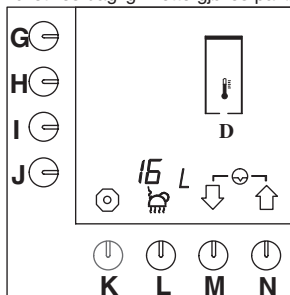

Fig. 53 Nullstilling av varmtvannsystemets tellefunksjon pr. dag
- Trykk på valgtasten (M.)↓ inntil fig.53 vises på displayet.